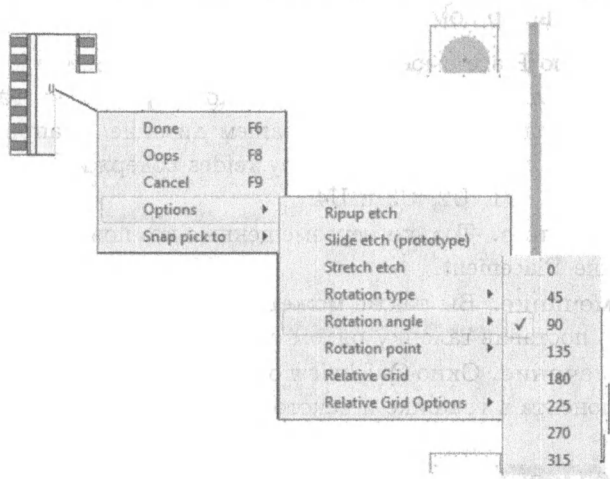

Рис. 21.20. Установка параметров поворота компонента
**Примечание.** Убедитесь, что угол поворота определяется в панели Options. Для нашего проекта угол поворота 90° (рис. 21.20).